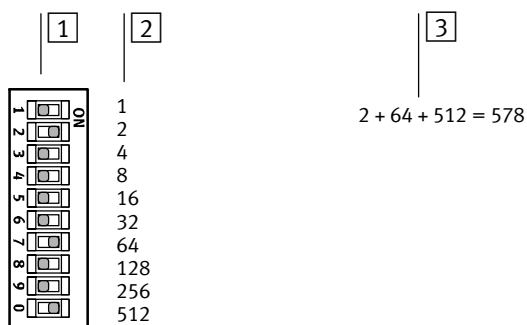

Fig. 2/2 : Micro-interrupteur DIL x10 pour le réglage de l'adresse PROFIsafe – codage binaire
3. Régler l'adresse PROFIsafe sur le micro-interrupteur DIL x10 par codage binaire → Fig. 2/2.